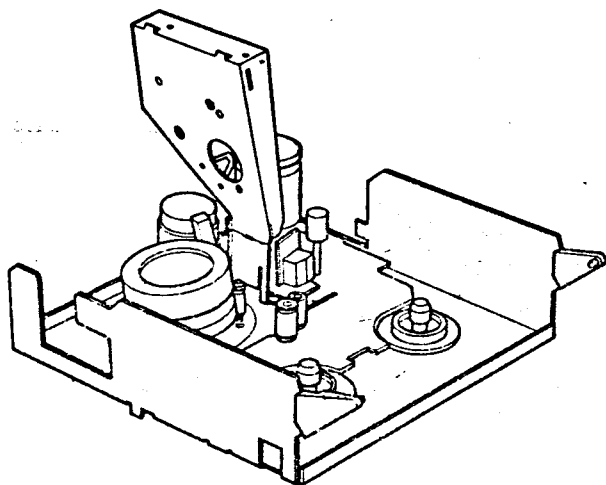

Fig. 3-1-3
- Gehäuse nach rechts hochklappen (Abb. 3-1-3)